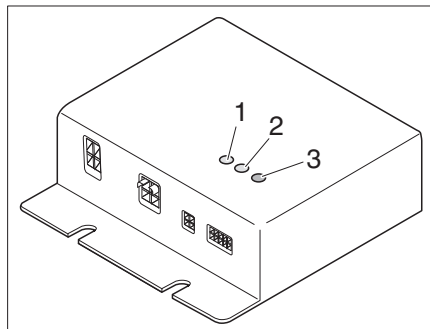

Bild 334 Regelgerät
Das Regelgerät (Bild 334) ist im Kleiderschrank eingebaut. Die Kontroll-Leuchten auf dem Regelgerät haben folgende Bedeutung:
- Kontroll-LED (Bild 334,1) HK1 leuchtet grün: Heizkreis 1 ist in Betrieb
- Kontroll-LED (Bild 334,2) HK2 leuchtet grün: Heizkreis 2 ist in Betrieb
- Fehler-LED (Bild 334,3)